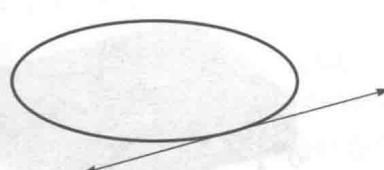

图 1-10 圆与圆弧方式
① 选择菜单“工具”→“坐标系”→“创建坐标系”命令，在立即菜单中选择“圆或圆弧”方式。
② 拾取圆或圆弧，选择x轴位置（圆弧起点或终点位置），如图1-10所示。
③ 弹出输入框，在此输入坐标系名称，按回车键确定。
(5) 曲线切法线方式：指定曲线上一点为坐标原点，以该点的切线为x轴，该点的法线为y轴，生成新的坐标系。